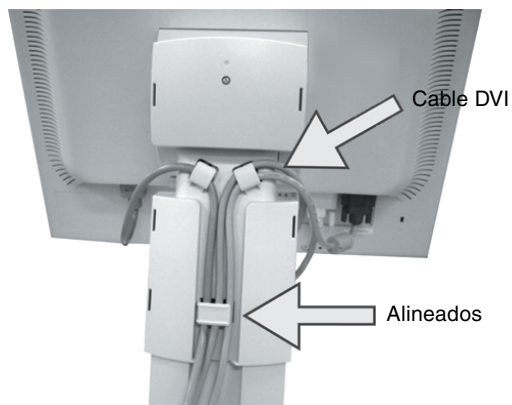

Figura C.3
7. Introduzca el cable DVI en sus corchetes correspondientes, como se indica en la **figura C.3**.
8. Asegúrese de que todos los cables quedan bien alineados al soporte en toda su extensión (**figura C.3**).